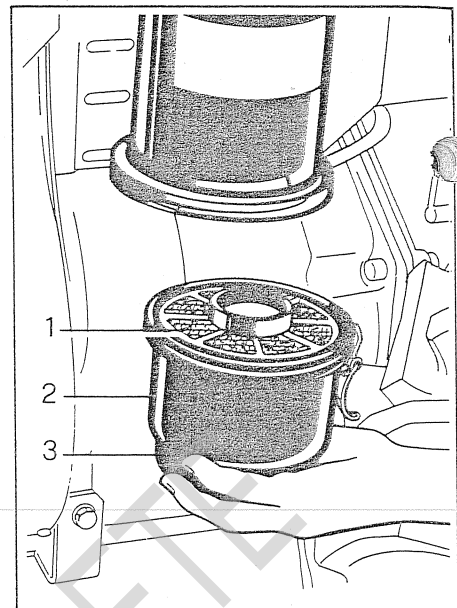

Fig. 13 - Bild 13
Luftfilter: den Ölstand und die Staubabreinigung kontrollieren. Die Ölstandkontrolle am Luftfilter muss nach mindestens 10 Minuten stillgelegtem Motor durchgeführt werden. Der Ölstand ist durch eine Raste auf der Wanne angegeben. Der Ölwechsel muss vorgenommen werden, wenn die Ablagerung auf dem Boden die Höhe von 5-8 mm erreicht hat, oder wenn das Öl zu dickflüssig geworden ist (siehe Bild 13).
Air cleaner: check oil level and amount of dust. The check of oil level in the air cleaner should be made at least 10 minutes after the engine has been stopped. Proper oil level is shown by a notch on the bowl (see fig. 13). Changing is needed when dust build-up on the bottom is 5 to 8 mm high or oil is too thick.
Filtre à air: vérifier le niveau de l'huile et le dépôt de la poussière. La vérification de l'huile dans le filtre à air doit se faire avec moteur arrêté depuis environ 10 minutes. Le niveau de l'huile est indiqué par une encoche de la cuvette (voir fig. 13). Effectuer la vidange si le dépôt sur le fond est arrivé à 5-8 mm ou si la densité est excessive.
Luftfilter: den Filtereinsatz (1) mit Petroleum oder Lösemittel waschen und erneuern, falls das Metallgewebe verstopft oder beschädigt ist. Die Wanne (2) mit Petroleum waschen und mit reinem Öl (gleiches wie beim Motor) bis zur Ölmarke (3) füllen (siehe Bild 13).
Air cleaner: (see fig. 13) flush the filter element (1) in kerosene or solvent. Replace filtering screen if clogged or damaged. Flush bowl (2) with kerosene and fill with fresh oil (same oil as for engine) up to notch (3).